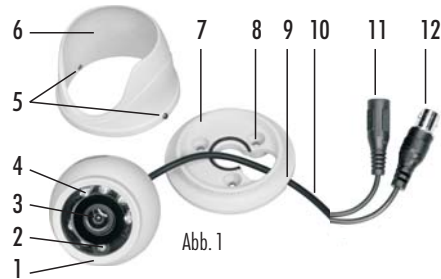

Abb. 1
- Führen Sie das Kamerakabel [10] durch die Montageplatte [7] (Abb. 1).